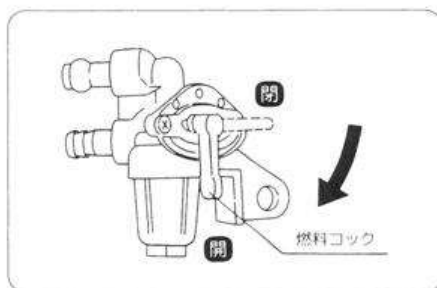

図40
- ④カバーをかけ、湿気やホコリの少ない場所に置いてください。
■燃料の抜取り(図40)